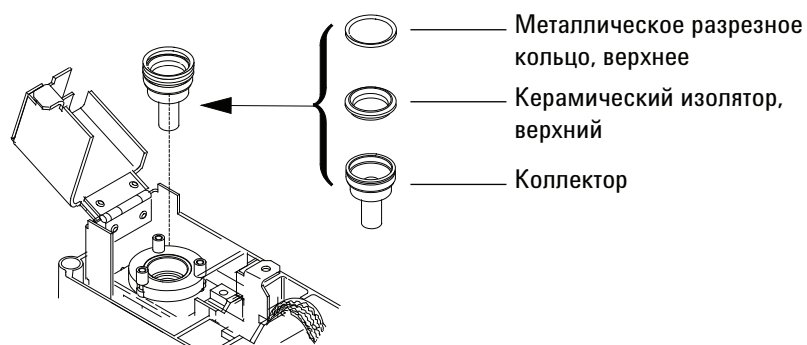

Рис. 6 Коллектор АФД, верхний изолятор и металлическое разрезное кольцо
- 20 Установите нижнее металлическое разрезное кольцо, нижний керамический изолятор и верхнее металлическое разрезное кольцо. См. Рис. 6.